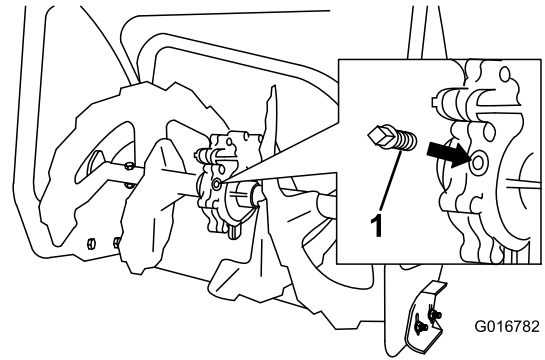

Figura30
2. Curățați zona din jurul dopului de țevă (Figura30).